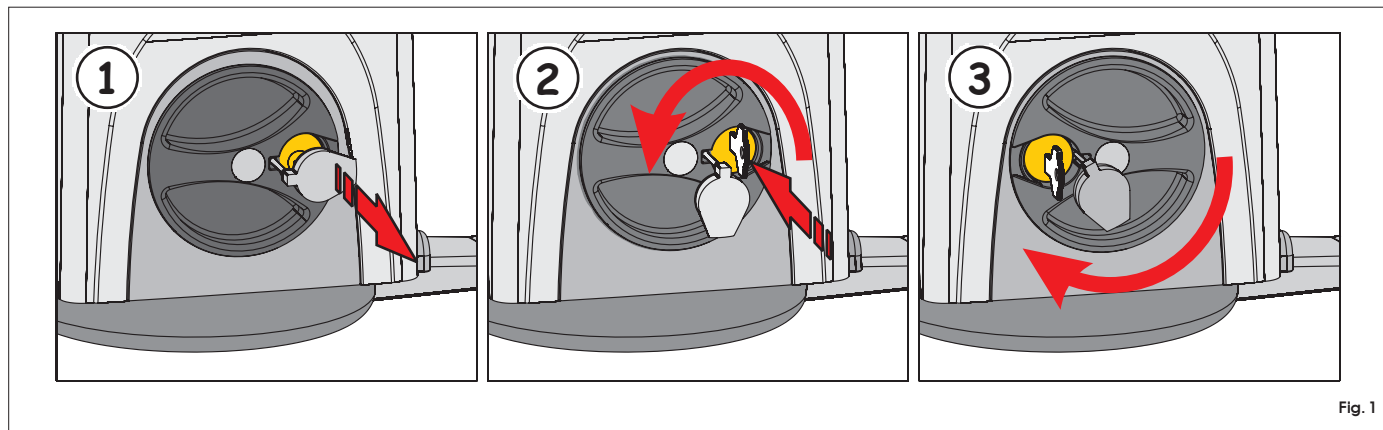

Fig. 1
- ① Togliere l'alimentazione al sistema agendo sull'interruttore differenziale.
- ② Sollevare il tappo di protezione della serratura, fig.1 rif.①
- ③ Inserire la chiave e ruotarla in senso antiorario sino al suo arresto, fig.1 rif.②.
- ④ Ruotare la manopola di sblocco in senso orario sino al suo arresto, fig.1 rif.③.
- ⑤ Muovere manualmente l'anta.
- ① Cut power to the system with the differential switch.
- ② Lift the protective plug from the lock, fig.1 ref. ①
- ③ Fit the key and turn it anti-clockwise until it stops, fig.1 ref. ②.
- ④ Turn the release knob clockwise until it stops, fig.1 ref. ③.
- ⑤ Move the leaf by hand.